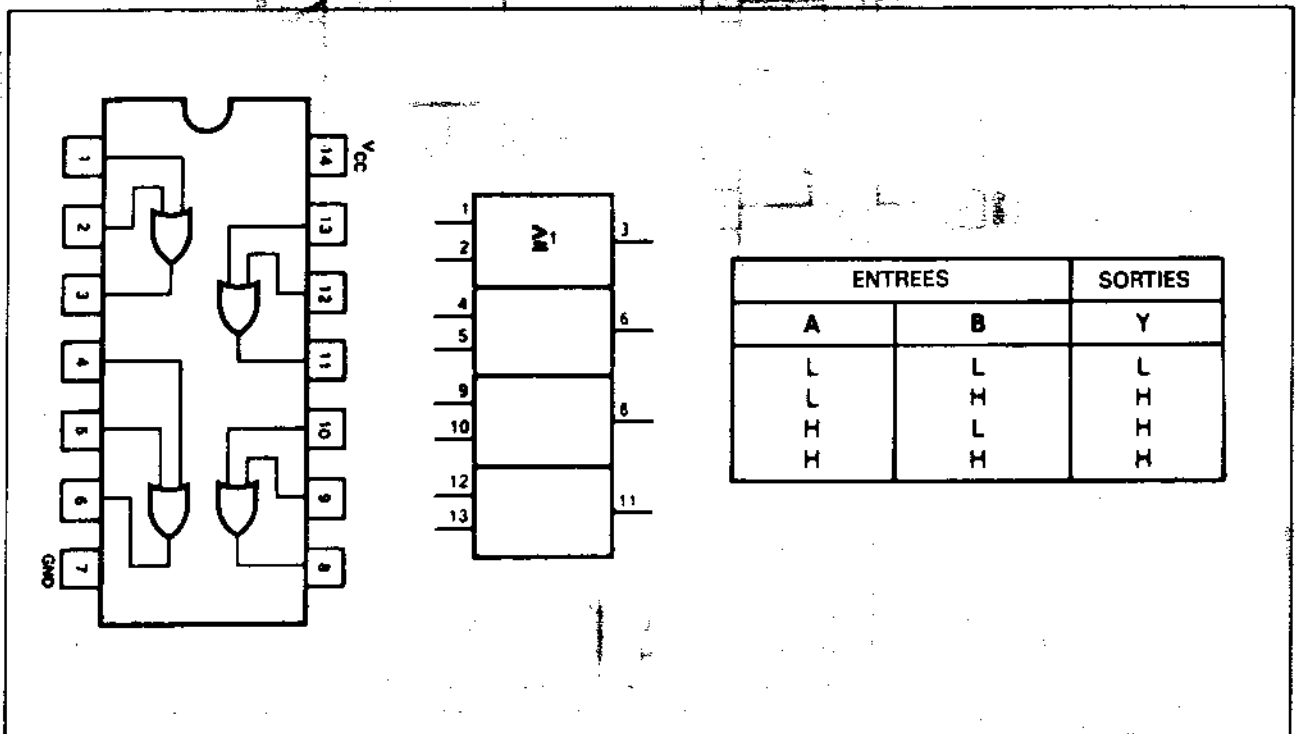
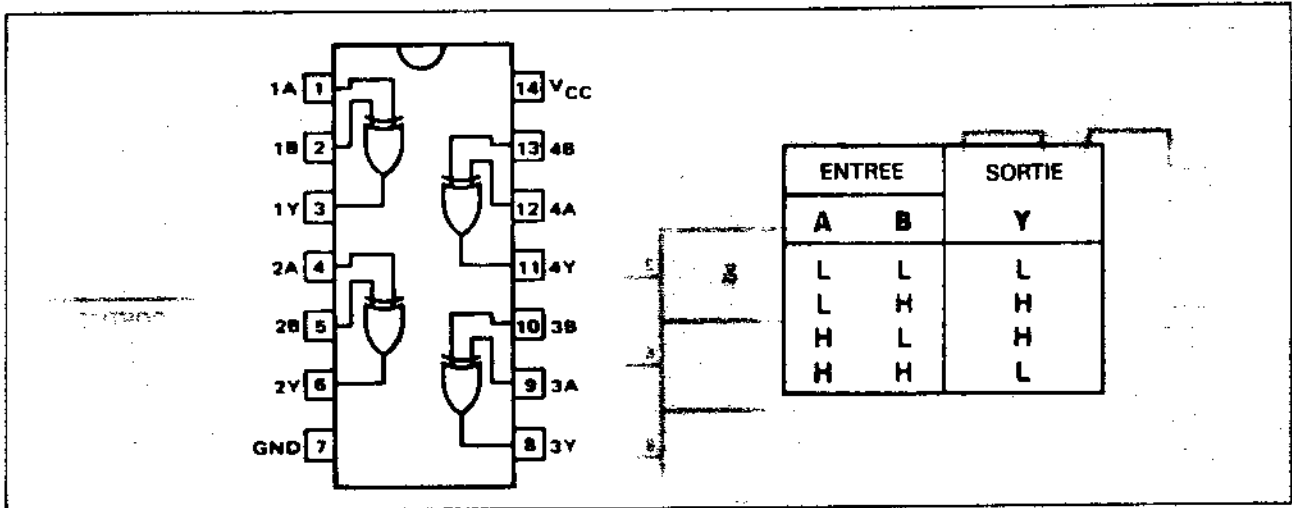

Fig. 4 : 74 LS 32.
Fig. 5 : 74 LS 136.
Le 74LS32 de la figure 4 est une quadruple porte OU (OR) à deux entrées : la sortie de chaque porte passe à un niveau haut dès qu'au moins une des entrées est haute : on parle d'une fonction « OU inclusif » par opposition au 74LS136 de la figure 5 qui contient quatre portes « OU exclusif » à deux entrées : la sortie est haute si une entrée est basse et l'autre haute. Elle est basse si les deux entrées sont au même niveau, quel qu'il soit.